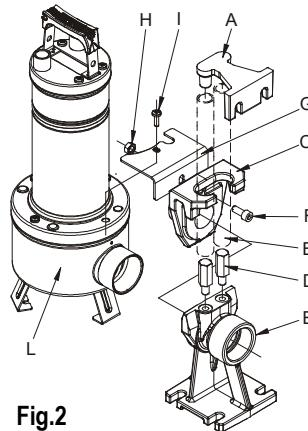

Fig.2
- In instalatii fixe, se recomanda utilizarea dispozitivului de ridicare DSD2 (disponibil la cerere - **Fig.2**) pentru a usura operatiunile de intretinere asupra electropompei. Daca dispozitivul de ridicare este montat intre gura de refulare a electropompei si conducta, atunci nu mai este necesara demontarea conductei de refulare pentru efectuarea interventiilor de intretinere. Dispozitivul de ridicare DSD2, este alcautuit din 8 componente, plus unul nefurnizat (conducta de $\frac{3}{4}$ ""):
Repositionati suportul/pompa pe picior (Fig.2)